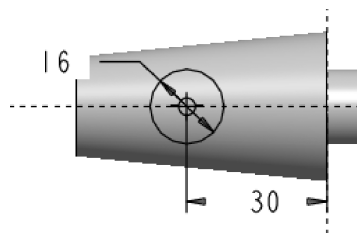
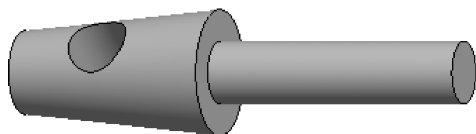
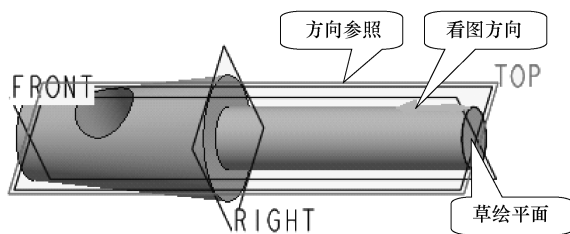

图 4-130 绘制圆形截面
图 4-131 绘成竖直孔
图 4-132 定义草绘截面属性
(12) 单击【拉伸】按钮, 在对话框单击【移除材料】按钮, 使其处于按下状态。
(13) 在操控板中单击【放置】按钮, 弹出【放置】下滑面板。
(14) 单击其中的 **定义...** 按钮, 在弹出的【草绘】对话框中定义草绘视图的放置属性。选取“TOP”面作为草绘平面, 其余选项使用默认, 单击 **草绘** 按钮, 进入草绘界面。
(15) 绘制圆形截面, 修改其定位尺寸和直径尺寸, 完成后的图形如图 4-130 所示。
(16) 单击【草绘器工具】工具栏中的【完成】按钮, 接受草绘, 回到设计窗口, 单击操控板中的【选项】按钮, 弹出【选项】下滑面板。
(17) 分别设置【侧1】和【侧2】的拉伸深度类型为【穿透】, 拖动鼠标中键调整观察角度, 对生成的模型进行几何预览, 满足要求后在图形区单击鼠标中键完成竖直孔的创建, 按 < Ctrl + D > 组合键回到默认观察角度, 模型如图 4-131 所示。
(18) 单击【拉伸】按钮, 在对话框单击【移除材料】按钮, 使其处于按下状态。
(19) 在操控板中单击【放置】按钮, 弹出【放置】下滑面板。
(20) 单击其中的 **定义...** 按钮, 在弹出的【草绘】对话框中定义草绘视图的放置属性。选取立体右端面作为草绘平面, 选择“TOP”基准面作为方向参照面, 方向选取“顶”, 图形区如图 4-132 所示。